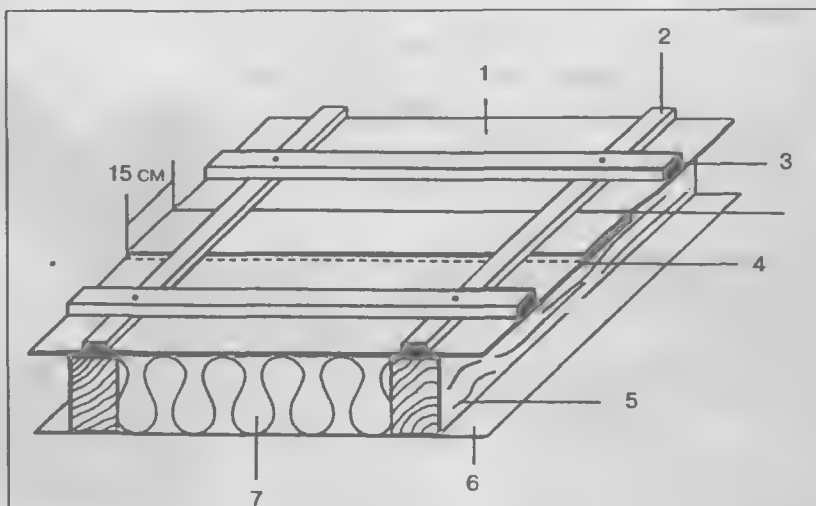

Рис. 1. Крыша без сплошной обрешетки из досок:
1. Максимально использовать пространство для теплоизоляции и утеплить крышу на всю высоту стропил, как показано на рис. 1.